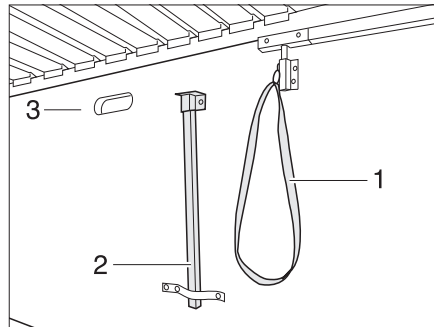

Fig. 125 Appui et déverrouillage
- Ouvrir le portillon de l'espace de rangement et ouvrir le support (Fig. 125,2) se trouvant sous le lit.
- Tirer sur la boucle (Fig. 125,1) et faire basculer le lit (Fig. 125,3) vers le bas.